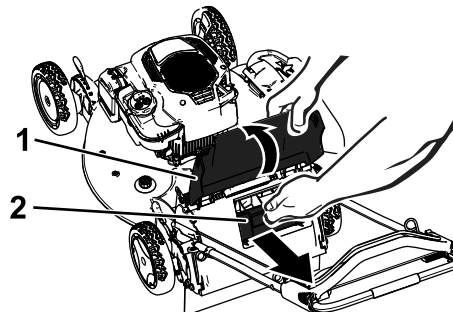

Bild 33
- Heben Sie die hintere Klappe an und halten Sie sie hoch (Bild 33).
- Ziehen Sie die Heckauswurfklappe ab (Bild 33).